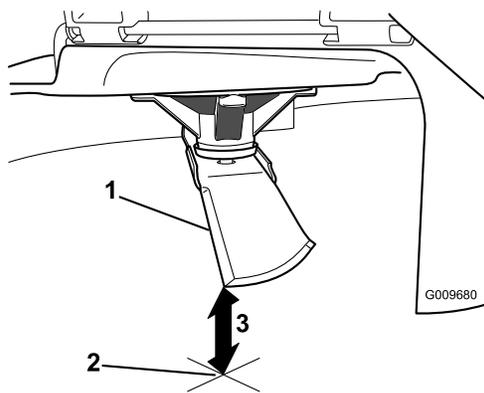

Figura 51
- Mida desde la punta de la cuchilla hasta la superficie plana (Figura 51).